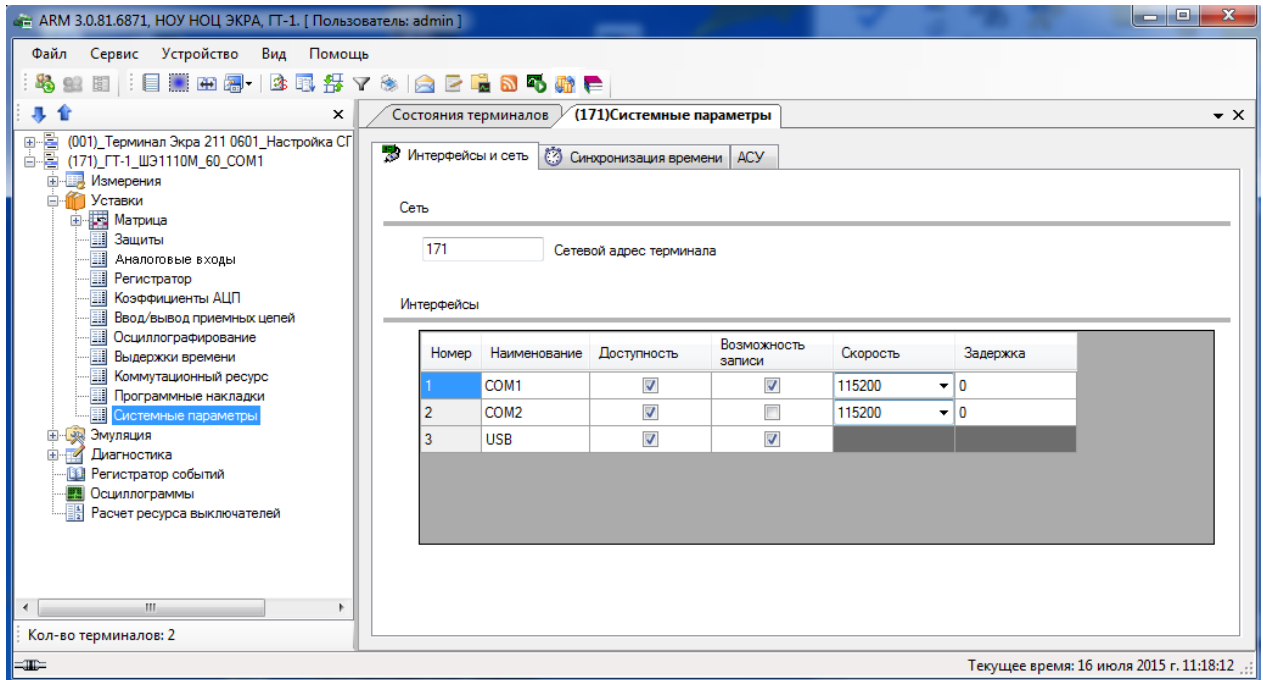

Рисунок 2.65
Окно **Системные параметры** (см. рисунок 2.65) предназначено для настройки параметров связи и синхронизации, меню дерева терминала **Уставки** → **Системные параметры**.
2.6.10.1.1 Вкладка Интерфейсы и сеть (см. рисунок 2.65)